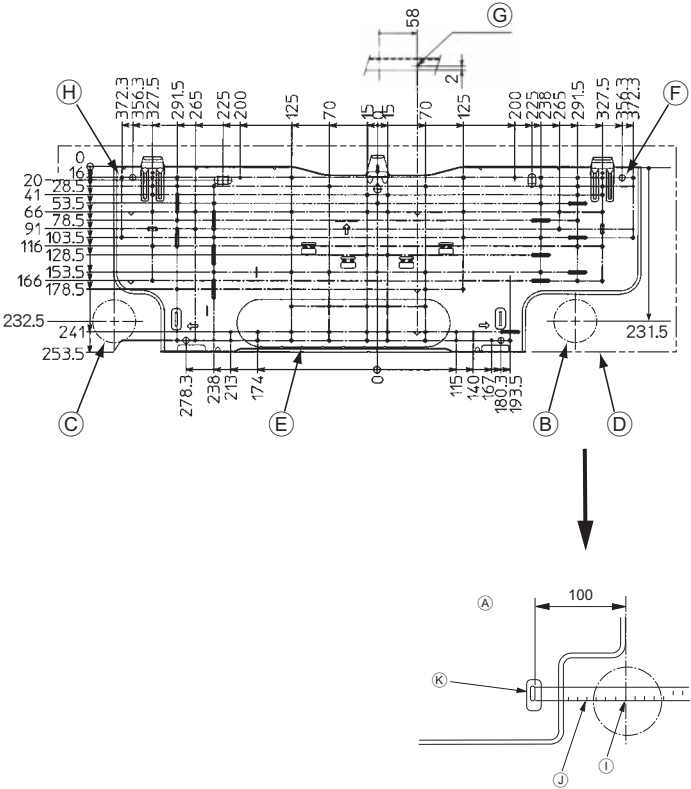

Fig. 3-2
■ PKFY-P-VHM-E (Fig. 3-2)
- A Piastra di montaggio ①